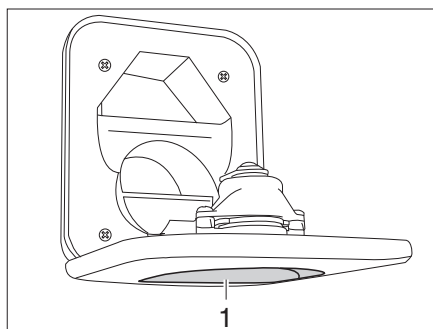

Fig. 156 Bocchettone di riempimento dell'acqua potabile per la toilette
- Aprire il bocchettone di riempimento dell'acqua potabile per la toilette (Fig. 156,1) posto sopra lo sportello della cassetta Thetford e inclinarlo verso il basso.